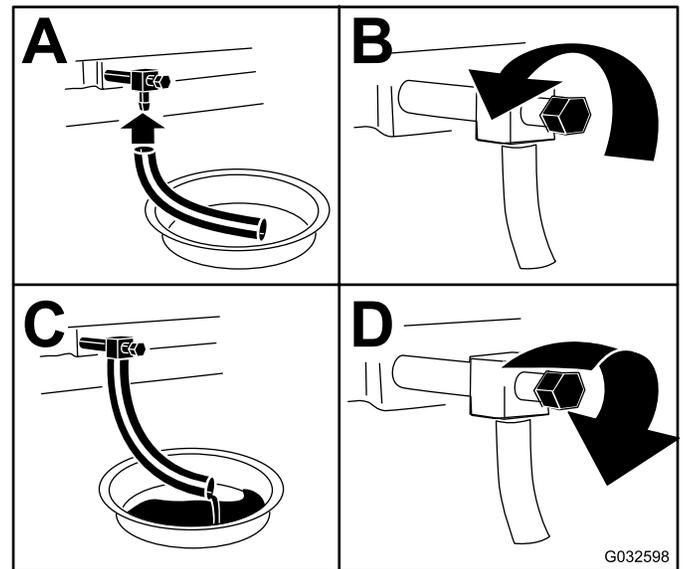

Рисунок 40
4. Замените масло в двигателе, как показано на Рисунок 40.